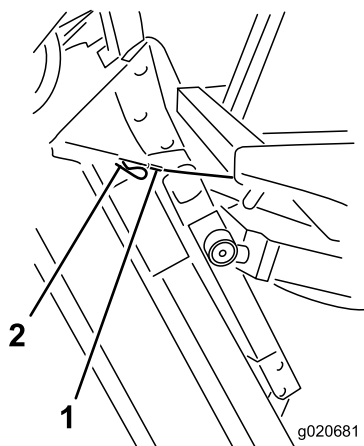

Figura 82
6. Mantenendo l'apparato di taglio verticale, fate passare l'estremità del cavo sopra il perno del braccio di sollevamento dell'apparato e fissate il cavo con la coppiglia (Figura 82).